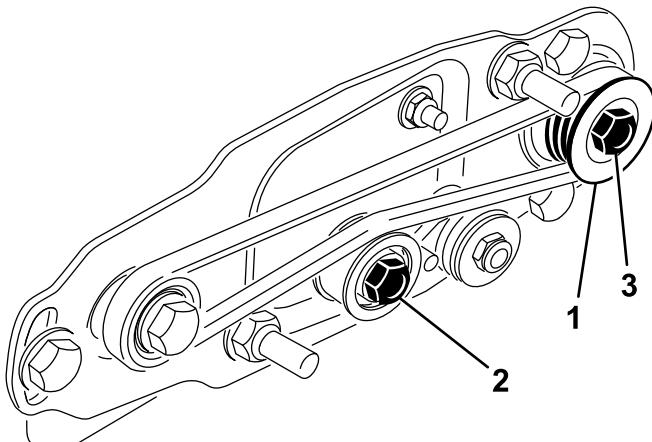

Figura 39
1. La polea arrastrada (en el eje del groomer) puede desplazarse hacia dentro y hacia fuera (Figura 39). Anote la dirección en que la polea debe desplazarse.
2. Mientras gira del molinete, que hará girar a su vez la polea motriz, haga palanca para retirar la correa de la polea motriz (Figura 39).
3. Retire la contratuerca que sujetla la polea arrastrada al eje del cepillo (Figura 39 o Figura